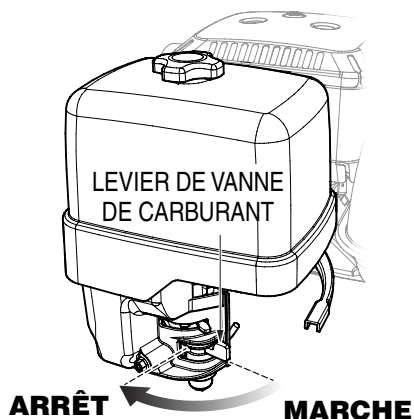

Figure 30. Levier de la soupape de carburant (OFF)
3. Déplacer le levier de la soupape de carburant (Figure 30) à la position d'arrêt **OFF**.